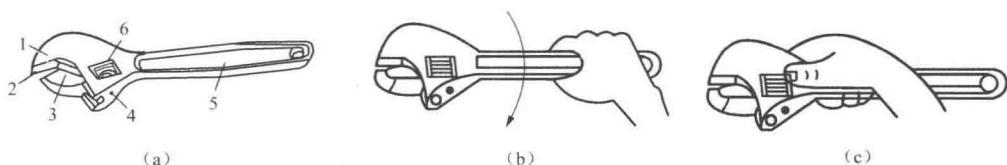

图 1-10 活络扳手
活络扳手又称活络扳头，是用来紧固和拆卸螺钉或螺母的一种专用工具。活络扳手由头部和柄部组成，头部由呆扳唇、呆扳唇、扳口、蜗轮和轴销等组成，如图 1-10 (a) 所示，旋动蜗轮可调节扳口的大小。它的开口宽度可在一定范围内调节，其规格以长度乘最大开口宽度来表示。电工常用的活络扳手有 150mm×19mm、200mm×24mm、250mm×30mm 和 300mm×36mm 四种，俗称 6"、8"、10" 和 12"。
- 1) 扳动大螺母时,需用较大力矩,手应握在近尾柄处,如图1-10(b)所示。
- 2) 扳动较小螺母时,需用力矩不大,但螺母过小易打滑,故手应握在近头部的地方,可随时调节蜗轮,收紧活络扳唇防止打滑。如图1-10(c)所示。